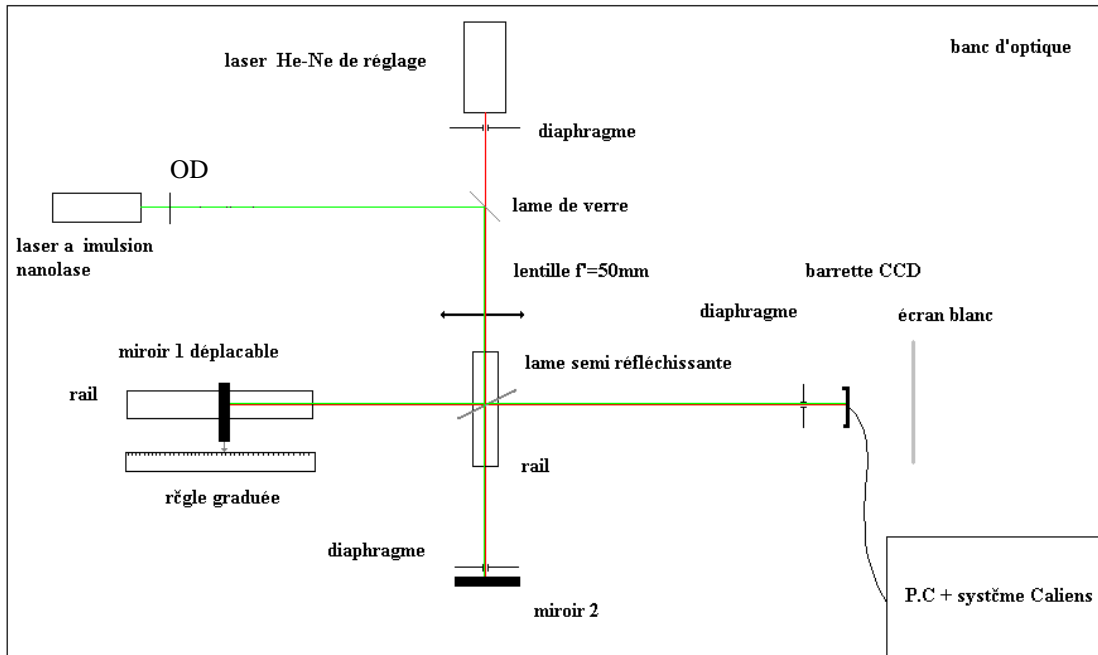

Figure 2: montage de l'autocorrélateur optique
- Réaliser le montage de la figure 2 (laser à impulsion éteint et sans le dispositif d'acquisition Caliens) : à l'aide des deux miroirs montés et d'une lame séparatrice, réaliser un interféromètre de Michelson.
- On prendra soin à égaler au mieux les longueurs des deux bras (1) et (2) de l'interféromètre On rappelle qu'un interféromètre de Michelson est réglé lorsque les deux miroirs M_1 et M_2 sont perpendiculaires entre eux. Cela se vérifie par l'observation d'une teinte plate en sortie du dispositif quand les bras (1) et (2) ont la même longueur. **Faites vérifier votre montage par l'enseignant.**
2. Afin de réaliser une mesure plus précise la largeur de l'impulsion du laser, régler les miroirs pour avoir des anneaux et mesurez le contraste $C(\tau)$ en fonction du déphasage temporel τ , c'est à dire en fonction de la position du miroir mobil sur le rail (voir fig.2). A l'aide du système d'acquisition Caliens (utilisez les curseurs). Attention : il est important pour réaliser de bonnes mesures que la barrette passe par l'ordre 0 de la figure d'interférence et d'avoir le maximum de signal sans saturer la barrette CCD (atténuer le signal si nécessaire, en plaçant un filtre devant le capteur afin de limiter la lumière parasite, qui peut fausser les mesures de contraste). Réaliser plusieurs fois cette courbe (au moins 3 fois). Ne pas oublier de joindre au compte rendu une figure d'interférence avec une mesure de contraste.